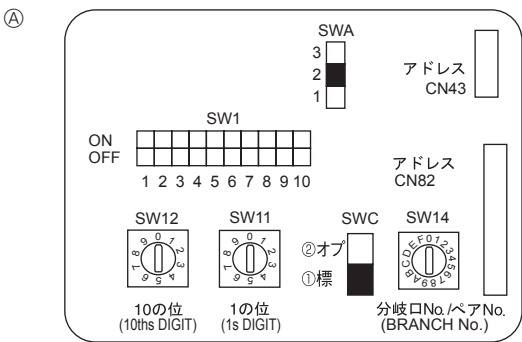

Fig. 6-4
- ③ Controlador remoto inalámbrico (al instalar un receptor de señales inalámbrico)
6.5. Configuración de las direcciones (Fig. 6-4)
6.6. Ajuste del interruptor según la altura del techo (Fig.6-4)
6.7. Captar la temperatura de la sala con el sensor incorporado en el mando a distancia (Fig.6-4)